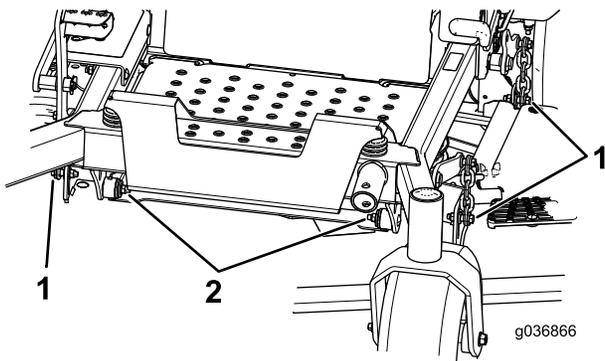

Рисунок 86
8. Отверните болты и гайки с обеих сторон машины и сохраните их (Рисунок 86).